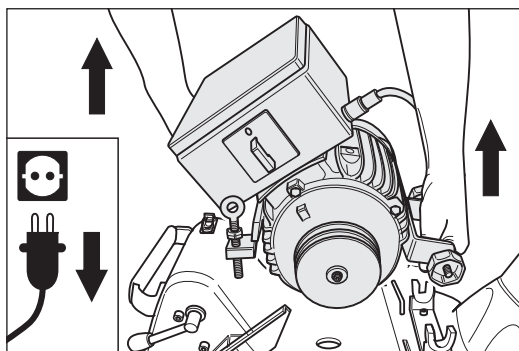

Abb. 54 Den Motor vom Maschinengehäuse abnehmen.
- 9 Nehmen Sie den Motor vom Maschinengehäuse ab (Abb. 54) und sichern Sie ihn beim Transport gegen Verrutschen und Beschädigungen!